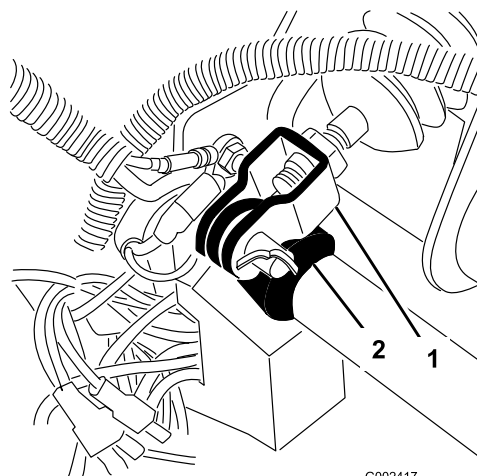

Figura 64
1. Rimuovete la coppiglia e il perno che fissano la forcella del cilindro principale al perno del pedale del freno (Figura 64).
3. Allentate i controdadi che fissano la forcella all'albero del cilindro principale (Figura 64).